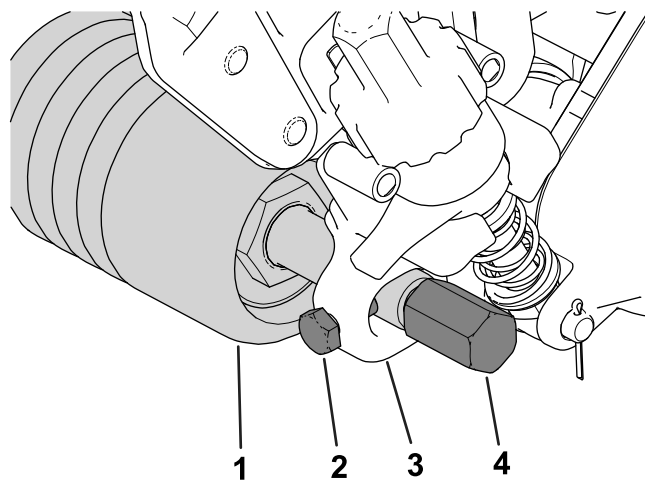
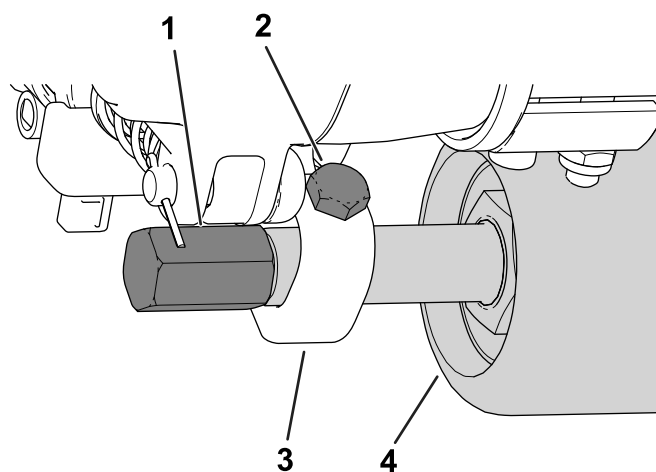

图 14
图 15
5. 将滚筒轴插入两个剪草高度HOC支架之间并居中心然后用 2 个固定螺丝将其固定图 14 或图 15。
固定螺丝可以安装到剪草高度支架的前侧如图 14 所示或后侧图 15。螺丝安装在前侧疏草刀可清理滚筒安装在后侧疏草刀可与滚筒对接。
6. 将疏草刀防护装置装到滚筒轴的两侧图 14。